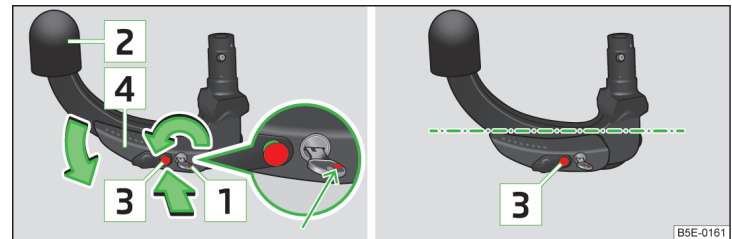

Abb. 156 Bereitschaftsstellung einstellen / Bereitschaftsstellung
- Den Schlüssel **1** drehen, sodass dessen rote Markierung nach oben zeigt » Abb. 156.